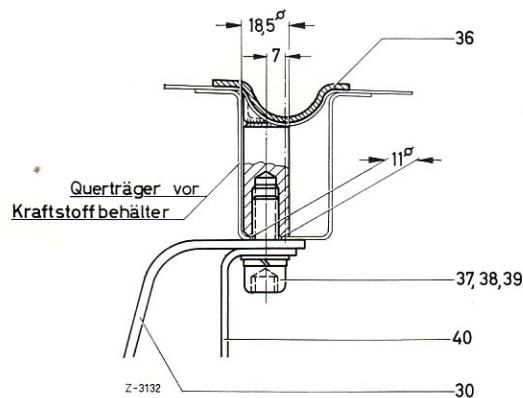

Bild 52-1/11 b
14. Bei den Typen 250 S bis 300 SEL von Mitte Rahmenquerträger ausgehend, im Abstand von 100 mm nach links und rechts und 7 mm nach vorn aus der Mitte versetzt, die beiden Löcher für die Befestigungsschiene (36) anreißen und mit einem Bohrer von 11 mm ϕ durch den Rahmenquerträger bohren. Dann Löcher im Rahmenquerträger oben auf 18,5 mm ϕ vergrößern (Bild 52-1/11 b).